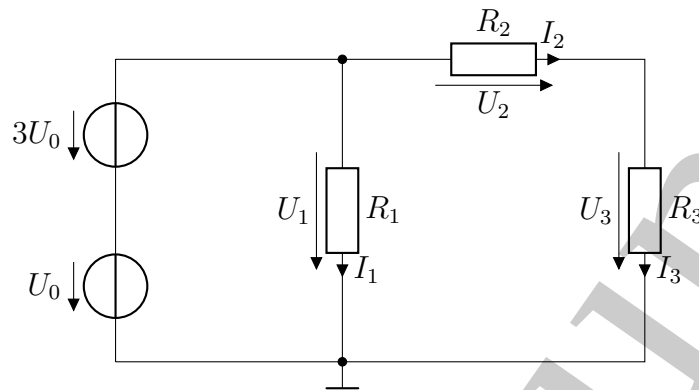

Abbildung 2
- b) Die Schaltung wird mit einem dritten Widerstand $R_3 = 450 \Omega$ nach Abb. 2 erweitert. Berechnen Sie U_3 und I_3 .